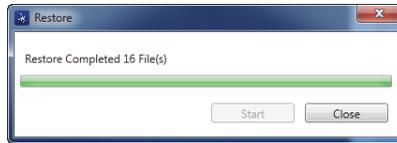

Abbildung 7-31 Dialogfeld Restore nach der Wiederherstellung
5. Wurden alle Daten wiederhergestellt, klicken Sie auf **Close** (siehe Abbildung 7-31 auf Seite 229).